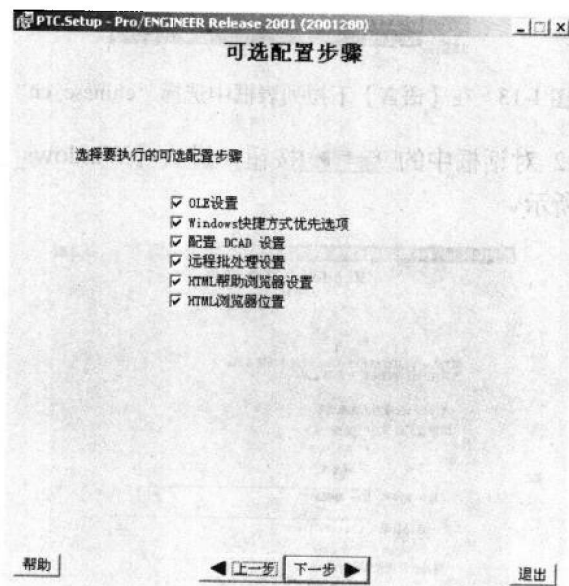

图 1-11 【可选配置步骤】对话框
- (14) 单击 **下一步** 按钮, 出现【可选配置步骤】对话框, 如图 1-11 所示。